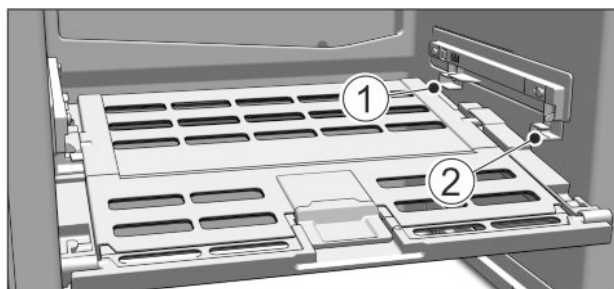

Fig. 43
- ▶ Wkładanie pokrywy Fruit & Vegetable-Safe: Ramiona pokrywy wprowadzić od dołu do tylnego uchwyty Fig. 43 (1) i zazębić z przodu w uchwycie Fig. 43 (2).